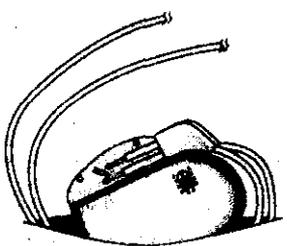

Figura 13. Implante el neuroestimulador.
14. Coloque el neuroestimulador en la bolsa subcutánea con el lado con la identificación grabada hacia el exterior (Figura 13).
11. Coloque el neuroestimulador nuevo en la bolsa subcutánea con el lado con la identificación grabada hacia el exterior (Figura 13).